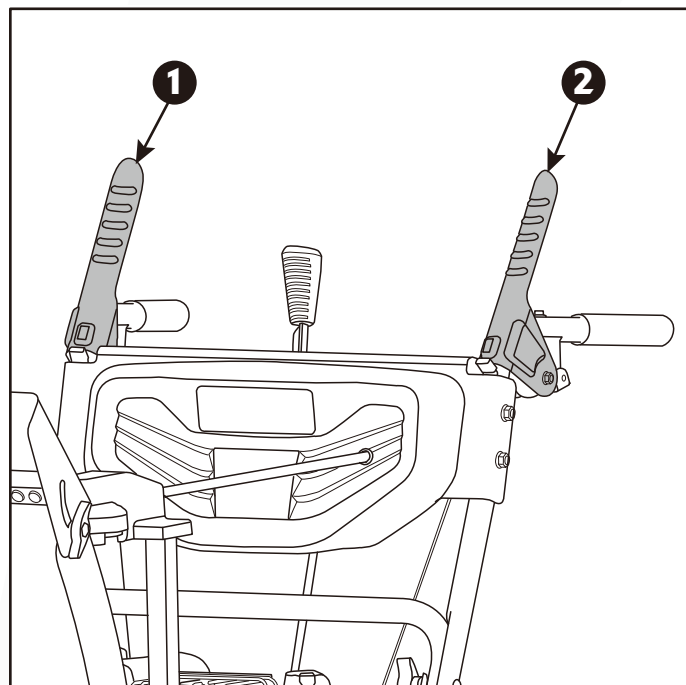

Figura 12
1. Presione hacia abajo y agarre la manija del control de auto-propulsión hacia la manija del cuerpo para activar las ruedas. (Figura 12)
3. Presione hacia abajo y agarre la manija del control del ánora hacia la manija del cuerpo para activar el ánora y el impulsor. (Figura 12)